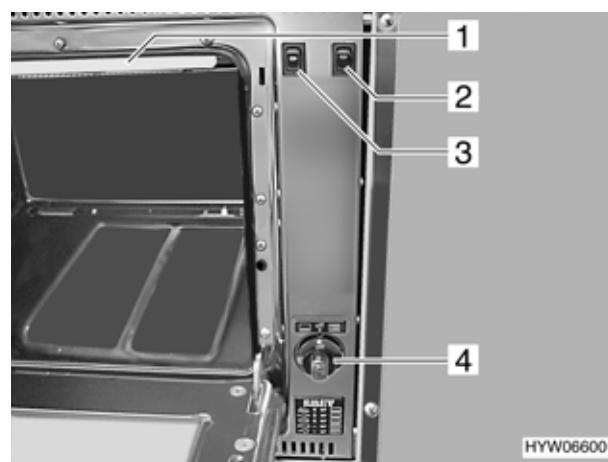

Fig. 125 Forno a gas
- Posizionare il pomello girevole (Fig. 125,4) sulla posizione forno o girarrosto .
- Girare il pomello girevole (Fig. 125,4) in posizione "off".
- ▶ Durante l'uso del grill togliere la bandella di protezione (Fig. 125,1) e lasciare sempre lo sportello del forno aperto fino a metà corsa.
- ▶ Il motore del girarrosto può essere messo in funzione usando l'interruttore a bilico (Fig. 125,3) sia selezionando la funzione "Cottura" sia la funzione "Grill".